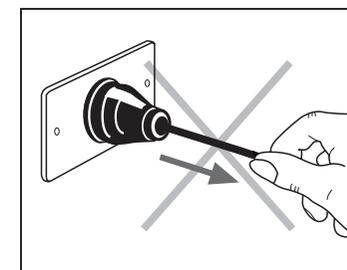

Fig. 2
- Não desligue o aparelho puxando o cabo de alimentação nem puxando o próprio aparelho (Fig. 2)